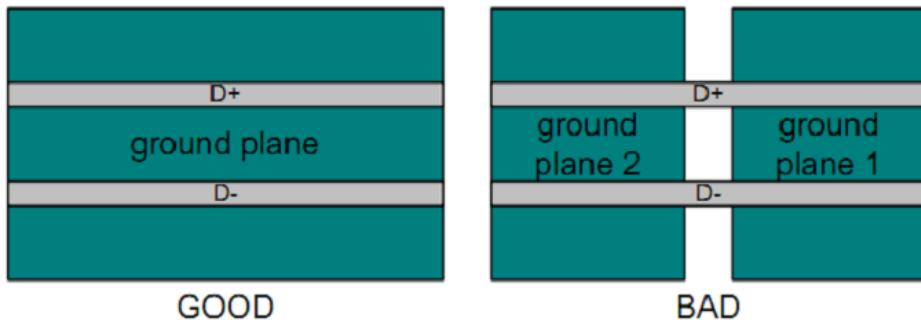
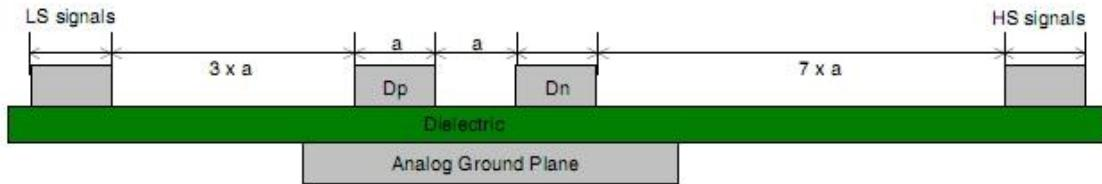

图10-4
图10-5 高速信号隔离
- 为抑制电磁辐射，USB建议在内层走线，并保证走线参考面是一个连续完整的参考面，不被分割，否则会造成差分线阻抗的不连续性并增加外部噪声对差分线的影响，如图10-4；如在表层走线，请注意用地线做包地处理，如图10-5；